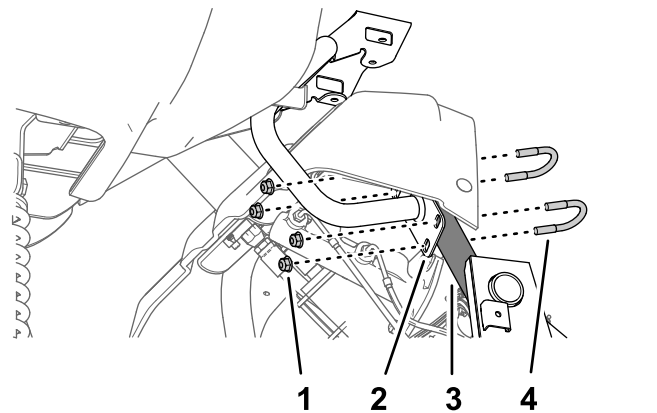

Figure 161
3. Fixez la plaque du support de moniteur au tube de support du châssis de la machine (Figure 161) à l'aide des 2 étriers filetés et des 4 contre-écrous à embase (5/16").